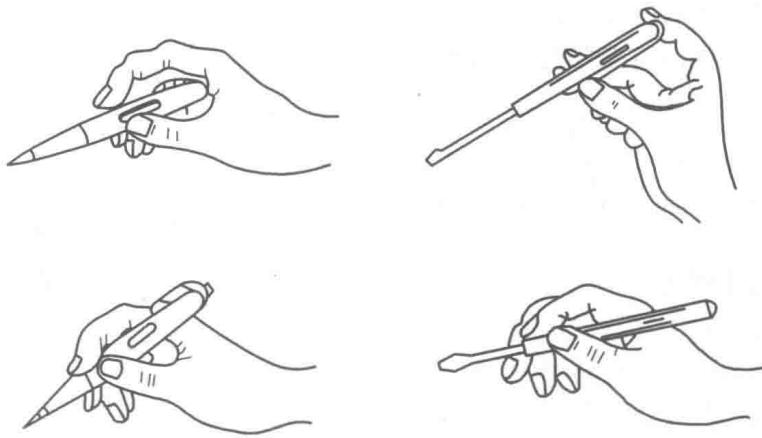

图 1-1 验电器的使用方法
(1) 在老师的指导下认识和练习电工工具的正确使用，认识万用表的结构并熟知使用时的注意事项，认识兆欧表的结构并熟知使用时的注意事项。在规定时间内完成并达到实训要求。
(2) 熟知并完成以下知识点和技能点：
① 低压验电笔。
c. 判断图 1-1 中验电器的使用方法是否正确，在正确的下面打“√”。